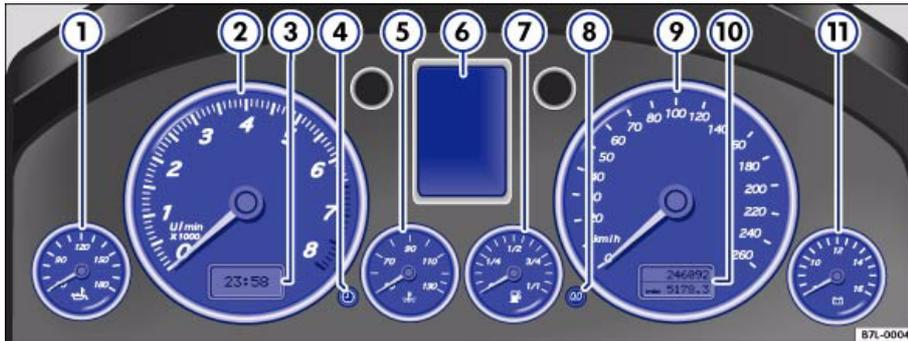

Abb. 3 Ausschnitt von der Instrumententafel: Kombiinstrument
Sind die Uhr ⇒ Abb. 3 ③ und der Kilometerzähler ⑩ nicht vorhanden, werden diese im unteren Bereich des Displays ⑥ angezeigt.
- ① Motoröl-Temperaturanzeige ⇒ Seite 7
- ② Drehzahlmesser ⇒ Seite 7
- ③ Uhr. Die Uhr kann sich auch im Display ⑥ befinden ⇒ Seite 11.
- ④ Stellknopf für die Uhr
- ⑤ Motorkühlmittel-Temperaturanzeige ⇒ Seite 8
- ⑥ Display für diverse Anzeigen. Es ist entweder ein Monochromdisplay oder ein Farbdisplay vorhanden ⇒ Seite 11
- ⑦ Kraftstoffvorratsanzeige ⇒ Seite 9
- ⑧ Rückstellknopf für den Tageskilometerzähler ⇒ Seite 7
- ⑨ Tachometer (Geschwindigkeitsmesser)
- ⑩ Kilometeranzeigen ⇒ Seite 7
Er zeigt die Kilometer an, die nach dem letzten Zurückstellen des Tageskilometerzählers gefahren wurden. Die letzte Stelle zeigt 100 Meter bzw. 1/10 Meilenstrecken an. Der Tageskilometerzähler wird durch Drücken der Taste ⇒ Seite 6, Abb. 3 ⑧ auf Null zurückgestellt.
Die Motoröl-Temperaturanzeige befindet sich links im Kombiinstrument ⇒ Seite 6, Abb. 3 ①.